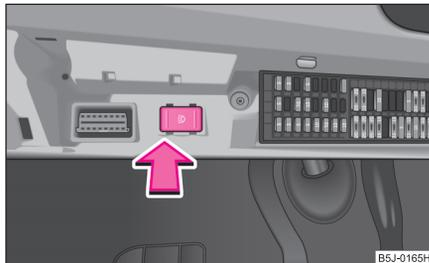

Abb. 34 Sicherungsfach:
- Schalten Sie den Schalter für das Tagesfahrlicht ein  $\Rightarrow$  Abb. 34.
- Schalten Sie den Schalter für das Tagesfahrlicht aus  $\Rightarrow$  Abb. 34.